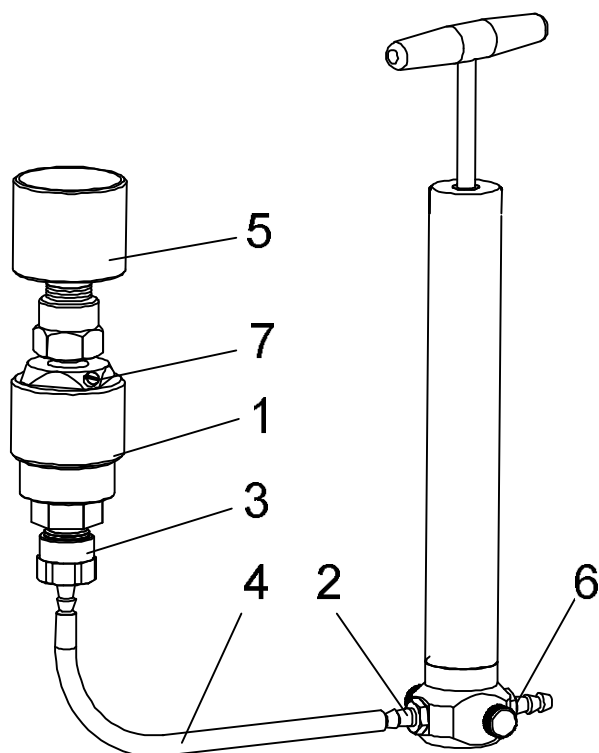

Рисунок 6 – Схема заправки разделителя вакуумным насосом НУР5:
3) Соединить вакуумный вход 2 насоса НУР5 со штуцером-переходником 3 с помощью шланга 4 подходящего размера (рисунок 6).